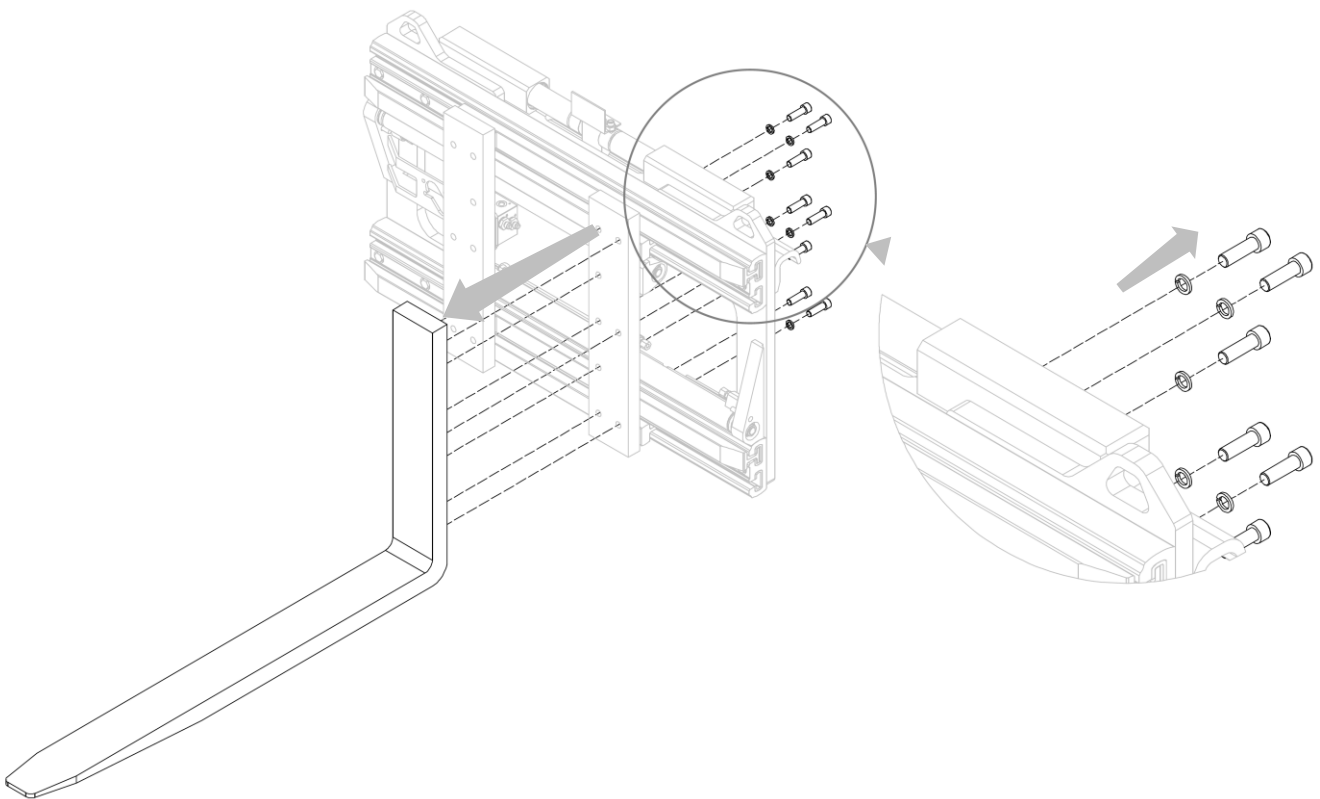

Figura 20
2. Retirar las horquillas después de haber desatornillado los correspondientes tornillos que la sostienen (mira *Figura 20*).